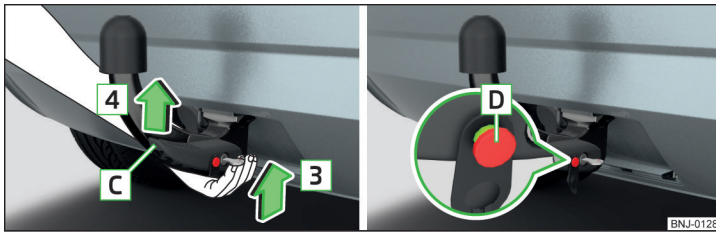

Abb. 250 Kugelstange einsetzen / Auslösebolzen in ausgefahrenem Zustand
- Die Kugelstange **von unten** » Abb. 250 fassen und in den Aufnahmeschacht in Pfeilrichtung **3** bis zum hörbaren Einrasten einsetzen » **!**